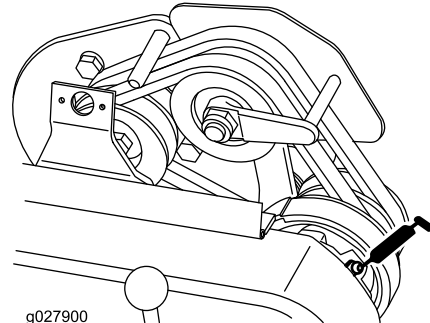

Figura 27
- 1 sui perni di rinvio della cinghia (Figura 27).